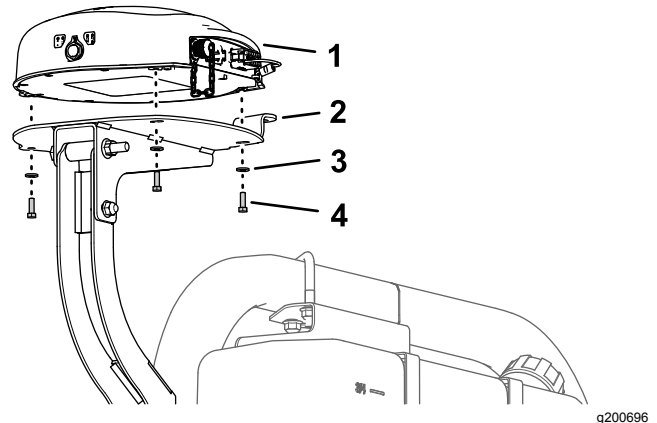

Figura 155
1. Allineate i 3 filetti alla base del ricevitore di navigazione con i 3 fori nel supporto del ricevitore (Figura 155).
2. Montate il ricevitore sul supporto (Figura 155) con i 3 bulloni a testa esagonale (5 x 16 mm) e 3 rondelle (5 mm).